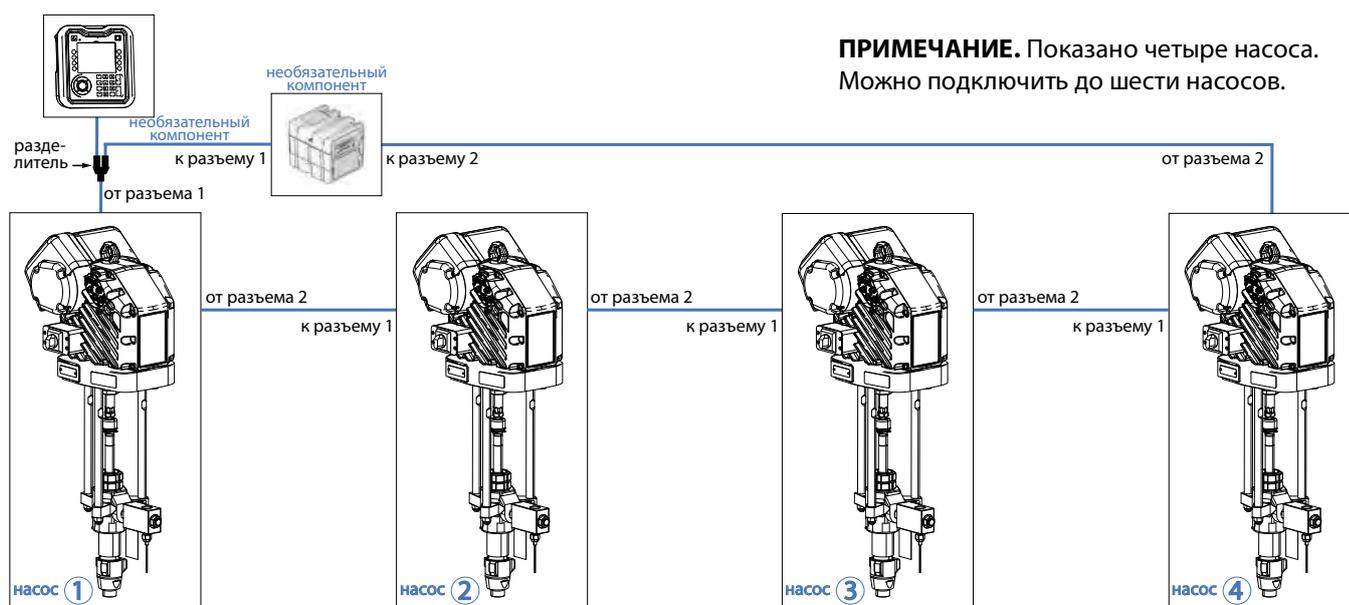

Рис. 11: Подключение нескольких насосов
ПРИМЕЧАНИЕ. Сведения о следующих действиях смотрите на **Рис. 11**. На рисунке 11 показано четыре подключенных насоса. Блок управления с дисплеем (ADM) можно установить на первый насос, или в отдельном месте.
1. Соедините CAN-кабелем разъем 1 первого насоса (показан как насос 1 на **Рис. 11**) и разделитель.